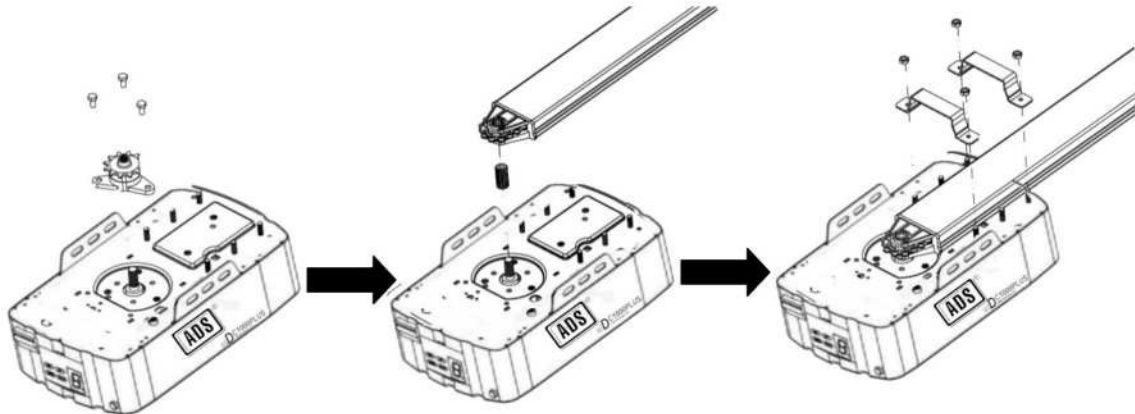

Fig.36
6.1.-Cambio de Riel "T" a Riel "C" (Fig.36).